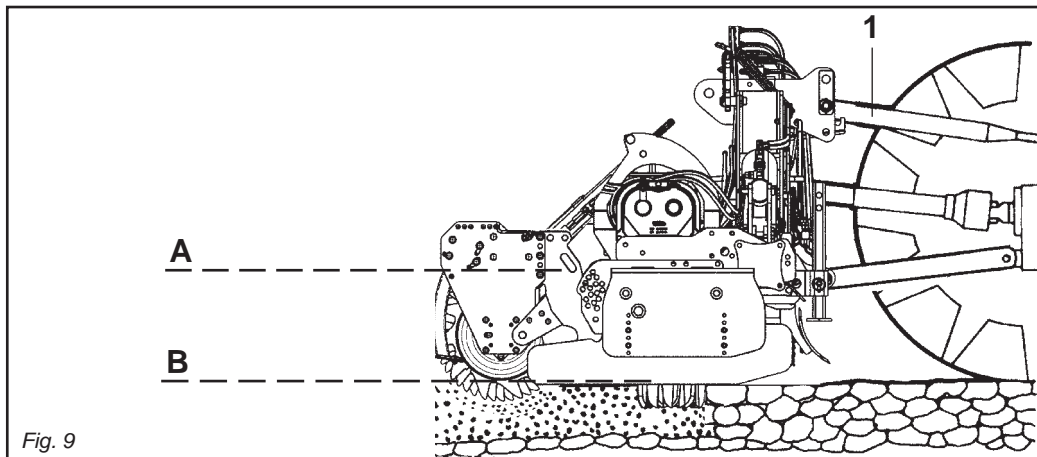

Fig. 9
- 4) Collegare il terzo punto superiore ed effettuare una corretta regolazione con il tirante (1 Fig. 9) verificando che il piano superiore della macchina (A Fig. 9) risulti parallelo al piano terra (B Fig. 9).
- 4) *Connect the upper third-point and correctly regulate by means of the adjuster (1 Fig. 9), checking that the upper surface of the machine (A Fig. 9) is parallel to the ground (B Fig. 9). This is very important since it achieves parallelism between the axis of the machine and that of the tractor pto. When the implement operates in these conditions, there will be less stress on the pto itself while the cardan shaft and implement will be much less subject to wear.*
- 4) Reliez le troisième point supérieur et réglez correctement à l'aide du tirant (1 Fig. 9). Assurez-vous que le plan supérieur de la machine (A Fig. 9) soit pratiquement parallèle au terrain (B Fig. 9). Ceci est très important en vue d'obtenir le parallélisme entre l'axe de la machine et celui de la prise de force du tracteur. Travailler dans ces conditions signifie limiter les sollicitations sur la prise de force et prolonger la durée de l'arbre à cardans, mais aussi de la machine.
- 4) *Den oberen Kupplungspunkt anschließen und den oberen Lenker (1 Abb. 9) korrekt einstellen. Sicherstellen, daß die obere Haubenkante der Maschine (A Abb. 9) parallel zum Boden (B Abb. 9) steht. Das ist sehr wichtig, um die Parallelität zwischen der Achse der Maschine und der der Schlepper-Zapfwelle zu erhalten. Wenn diese Parallelität gegeben ist, wird die Zapfwelle weniger belastet und das Leben von Gelenkwelle und Gerät wird verlängert.*
- 4) Conectar el tercer punto superior y efectuar una correcta regulación con el tirante de regulación (1 Fig. 9) controlando que el plano superior de la máquina (A Fig. 9) resulte paralelo al plano al nivel del suelo (B Fig. 9). Esto es muy importante para obtener paralelismo entre el eje de la máquina y el eje de la toma de fuerza del tractor. Esto permite limitar los esfuerzos sobre la toma de fuerza misma y hacer durar el árbol cardánico y la máquina misma.